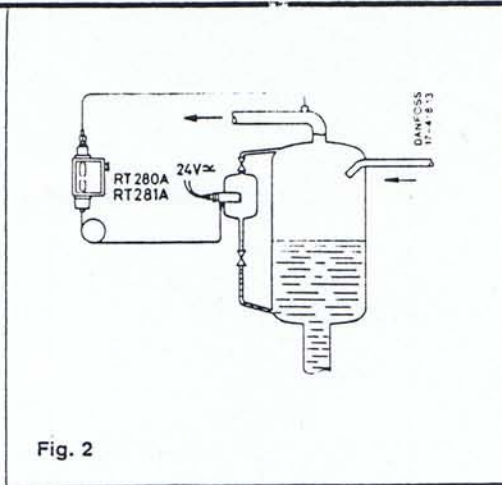
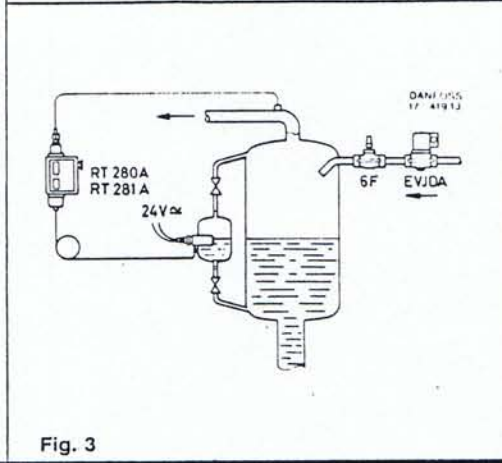

Fig. 2
Fig. 3
**Fitting.** See Figs. 2, 3, and 4
The weld bushing should be mounted vertically so that the lower edge of the bulb is at the same height as the max. permissible liquid level (Fig. 2) or, when used as a liquid level control, at the same height as the liquid level required (Fig. 3).
**Montage:** Siehe Abb. 2, 3 und 4
Die Schweißbuchse ist waagrecht zu montieren, wobei die Unterkante des Fühlers in der Höhe des max. zulässigen Flüssigkeitsniveaus (Abb. 2) oder, bei Verwendung als Niveauregler, in der Höhe des ge-